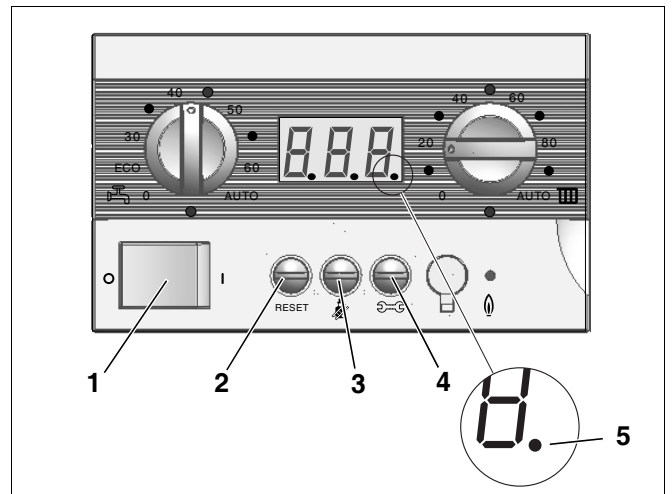

Abb. 37 Bedienmodul BM10
- Betriebsschalter am BM10 auf „0“ (Aus) stellen (Abb. 37, **Pos. 1**, Seite 47).
- Betriebsschalter am BM10 auf „1“ (Ein) stellen (Abb. 37, **Pos. 1**).
- Taste „Abgastest“ (Abb. 37, **Pos. 3**) so lange gedrückt halten (ca. 2 – 5 Sekunden), bis der Dezimalpunkt (Abb. 37, **Pos. 5**) rechts unten im Display erscheint.
- Die Tasten „Abgastest“ und „Service“ (Abb. 37, **Pos. 3** und **4**) gleichzeitig gedrückt halten (ca. 5 Sekunden), bis „L--.“ (z. B. L80) im Display angezeigt wird.